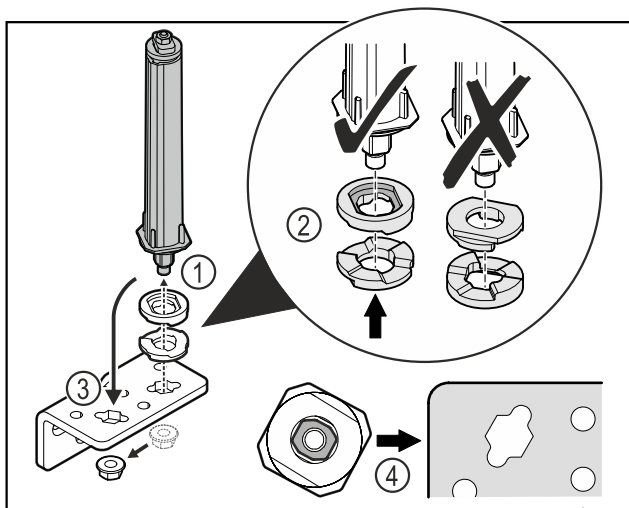

Fig. 33
- ▶ Odkręcić nakrętkę i wyjąć system blokujący drzwi Fig. 33 (1).
- ▶ Zwracać uwagę na prawidłowe ustawienie podkładek do regulacji wysokości Fig. 33 (2).
- ▶ Przełożyć system blokujący drzwi w zawiasie i zamocować nakrętką Fig. 33 (3).
- ▶ Przy wkładaniu zwracać uwagę na prawidłowe ustawienie systemu blokującego drzwi Fig. 33 (4).